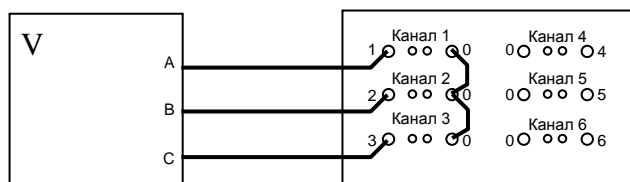

Рисунок 4. Пример подключения трехфазного вольтметра.
6.7. На рис. 4 показана схема подключения трехфазного вольтметра к каналам 1 – 3. В программе, при этом, по каналам 1 – 3 должен быть выставлен режим трехфазного генератора и тип регулируемого параметра — напряжение. Задание действующего значения на каналах 4 – 6 должно быть выставлено в 0.